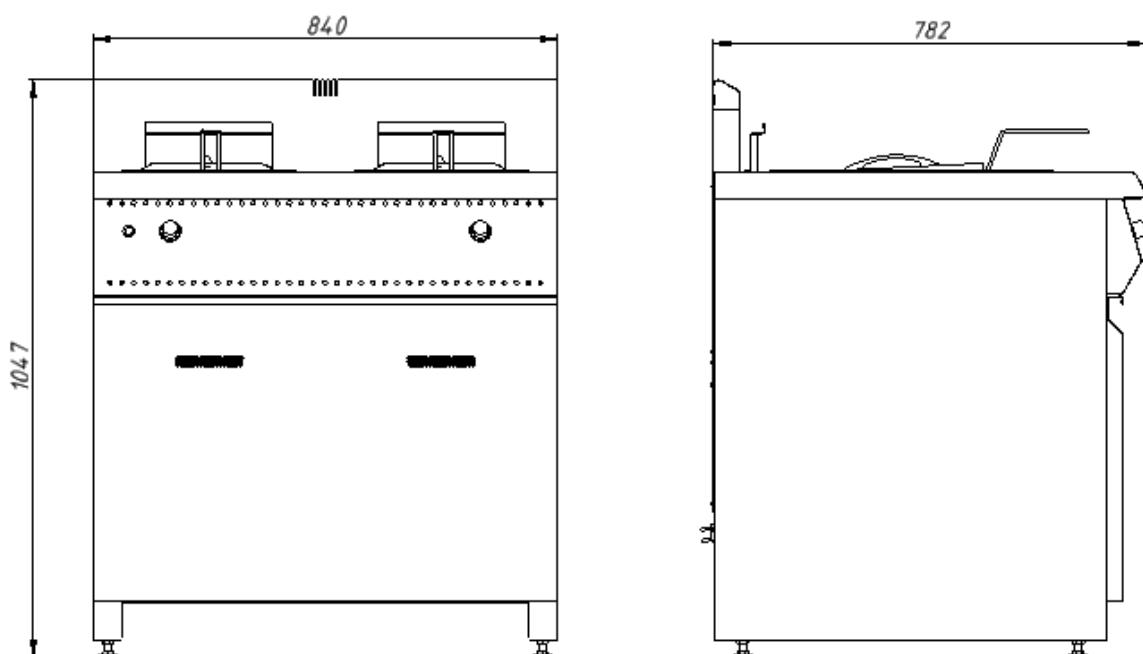

Рис. 1.Габаритные размеры установки
5.1 Фритюрнице следует установить с соблюдением ГОСТ 12.2.124-90 «Оборудование продовольственное. Общие требования безопасности» и «Правил безопасности в газовом хозяйстве», но не менее 300мм от задней стенки установки до стены и между боковых стенок рядом стоящего оборудования в линии. Регулируемыми ножками поз.6 рис.1 выставить фритюрницу горизонтально.